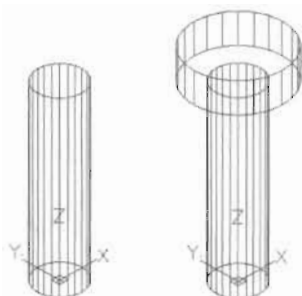

图 14-97
(1) 单击“建模”工具栏中的“圆柱体”按钮, 绘制两个圆柱体, 如图 14-97 所示, 命令执行过程如下。